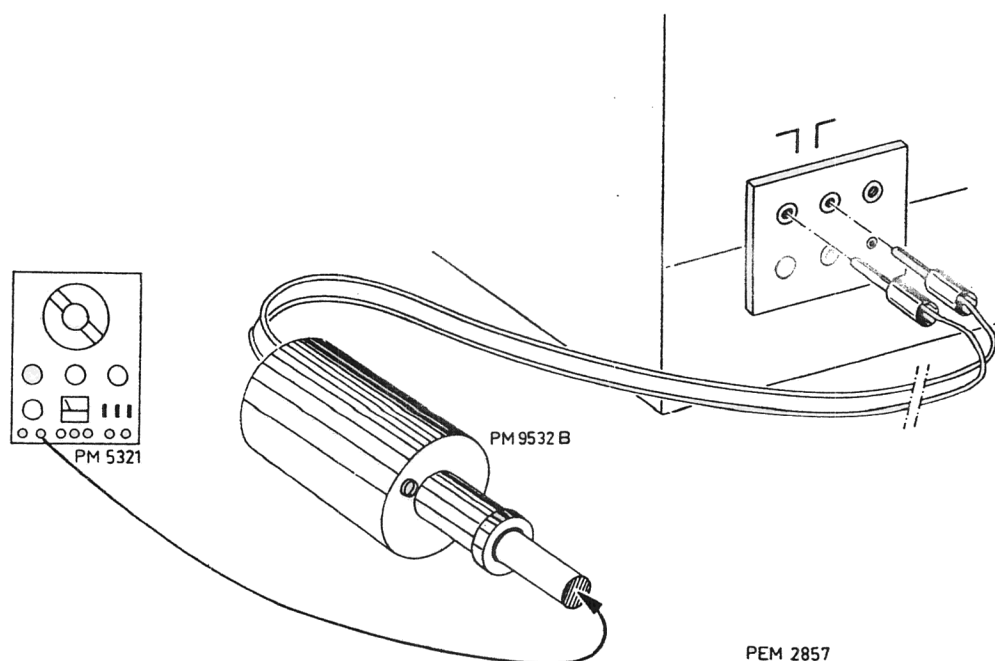

Fig. 24. Raccordements pour la mise au point des circuits H.F. et des circuits oscillateurs
2. Par l'intermédiaire du transformateur d'impédance relier le générateur PM 5321 aux douilles d'antenne FM (fig. 24).